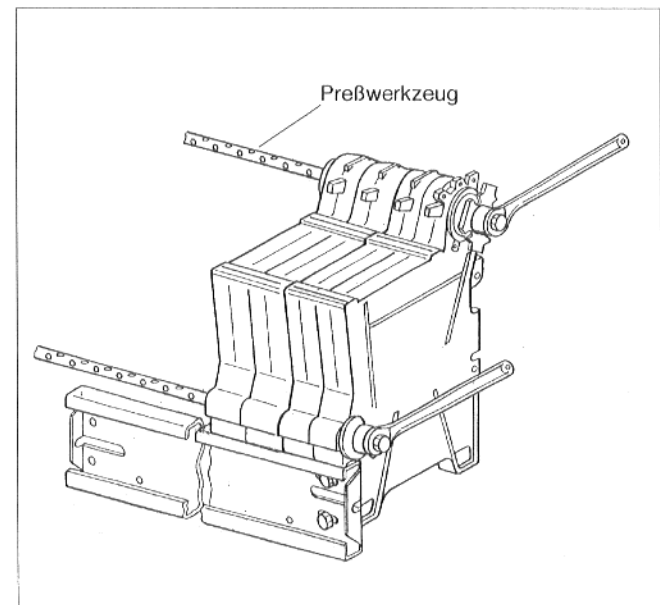

Abb.5a
- Das nächste Gliedpaar mit den Naben an die Nippel ansetzen. Preßwerkzeuges in obere und untere Nabe ansetzen (Abb.5a).